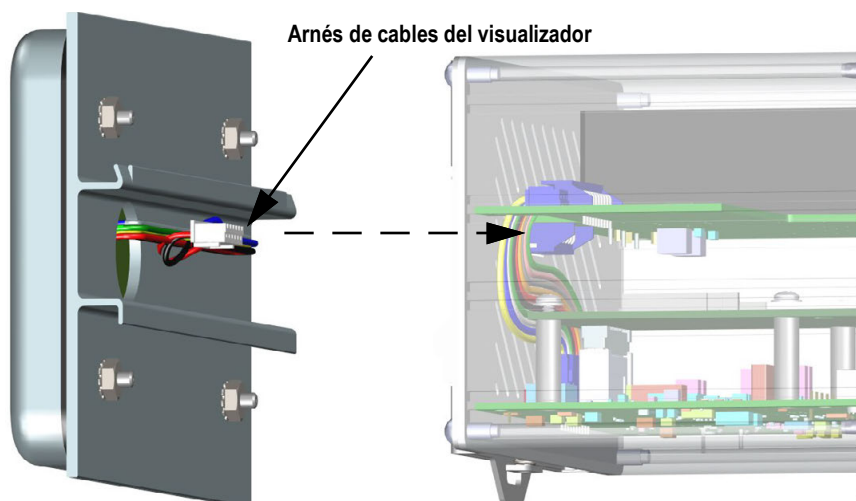

Figura 2-7. Arnés de cables del visualizador
4. Desconecte el arnés de cables del visualizador mostrado en la Figura 2-7.